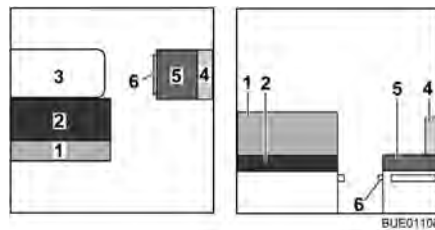

Fig. 118 Antes de la transformación
- Transformar la mesa (Fig. 118,3) en base de cama (véase apartado 6.10).
- Quitar el cojín del respaldo (Fig. 118,1) y ponerlo a un lado.
- Quitar el cojín del respaldo (Fig. 118,4) y el cojín del asiento (Fig. 118,5) y ponerlos a un lado.